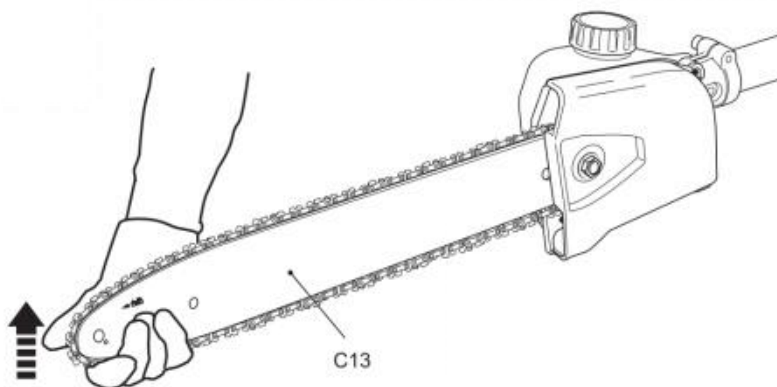

Fig. 13
- 2) Lyft upp spetsen på svärdet (C13) och håll det där medan du justerar spänningen (bild 13).